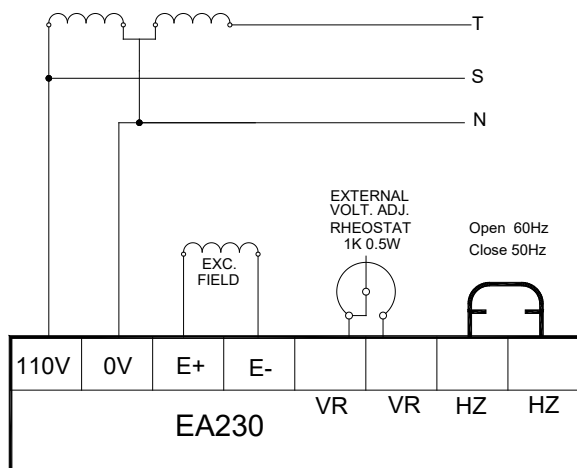
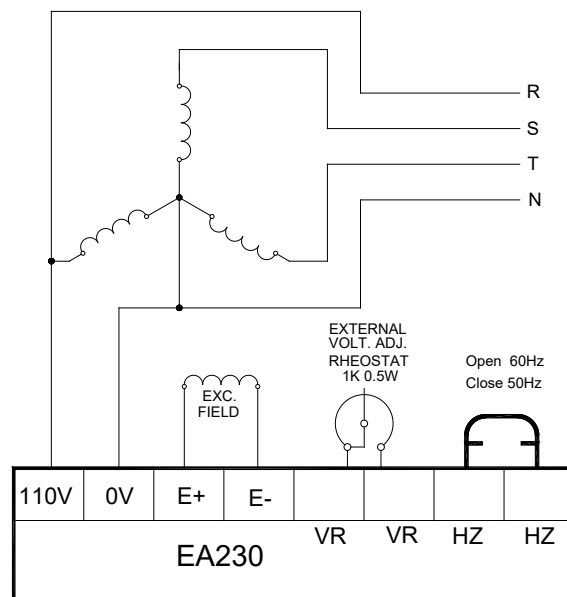

図 2 120 / 240 Vac 単相三線配線
図 3 120 / 208 Vac 三相四線配線
AVR の電圧検出および電源入力端子です。発電機システムが 220V の場合は、図 2 および図 3 をご参照してください。
2.4 VR 端子 (図 2・図 3 参照)
2.5 (図 2・図 3 参照) 周波数設定端子です。ジャンパー接続時は 50Hz、オープン時は 60Hz になります。工場出荷時の設定は 45/55Hz です。